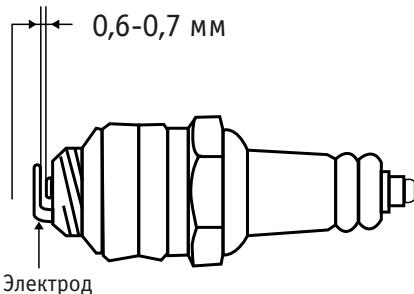

Рис. 5
5. Проверьте щупом зазор электродов свечи. Зазор должен быть 0,6-0,7 мм. Исправьте его, аккуратно загибая боковой электрод, если нужно (**рис. 5**).